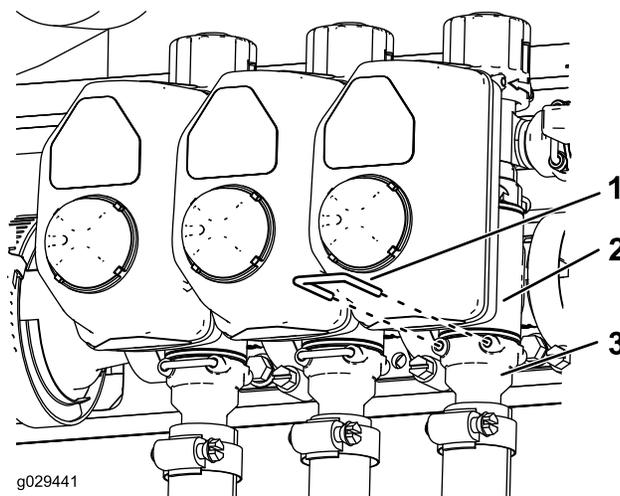

Bild 1
4. Nehmen Sie an der rechten Seite der Maschine hinter dem Behälter die Gabeln von den drei Schlauchanschlussstücken ab und schließen Sie die Schlauchanschlussstücke von den Abschnittsventilen ab (Bild 1).